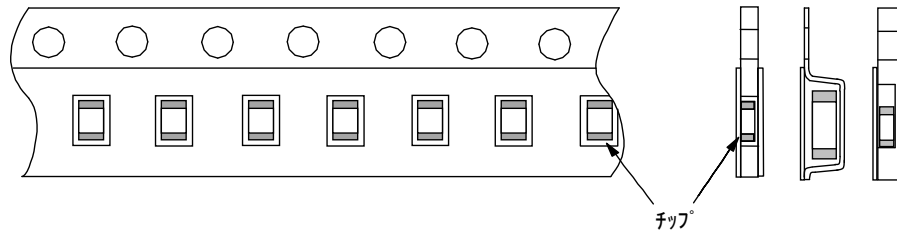

図2 リール寸法
- 1.11 リールは、樹脂製を使用し外観及び寸法は図2のとおりとします。尚、材料及び寸法については、改良のため、変更されることがあります。